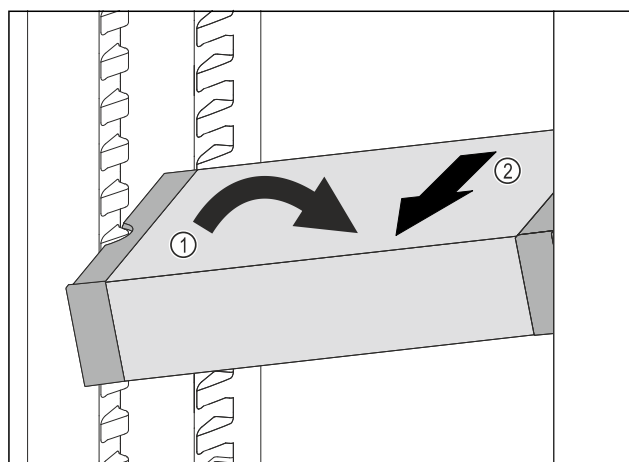

Fig. 57
- ▶ VarioSafe ustawić w chłodziarce pod skosem. Fig. 57 (1)
- ▶ VarioSafe wyjąć do przodu. Fig. 57 (2)